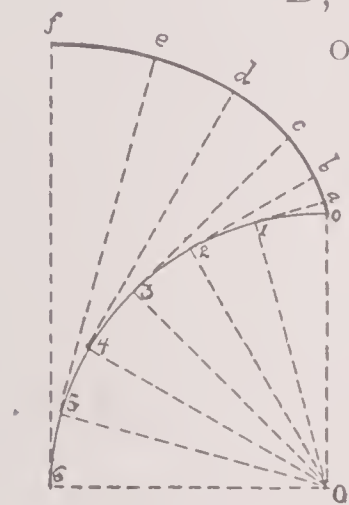

Fig. 26
26. To draw an involute (Fig. 26):